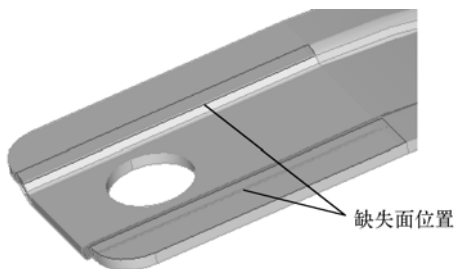

图 3-17 模型中缺失面位置
(1) 执行 Geometry > Create > Surfaces > Spline/Filler () 命令，打开创建曲面的面板。
(2) 取消选择 keep tangency 复选框。使用 keep tangency 功能可以保证新创建的面与相邻面平滑过渡。
(3) 将 entity type 设置为 lines。
(4) 勾选 auto create (free edges) 复选框。Auto create 选项可以简化缺失面边线的选取过程，一旦选取其中一条线，HyperMesh 将自动选取闭环回路中剩余的几条边线，然后创建曲面。
(5) 放大模型缺失面位置，如图 3-17 所示。